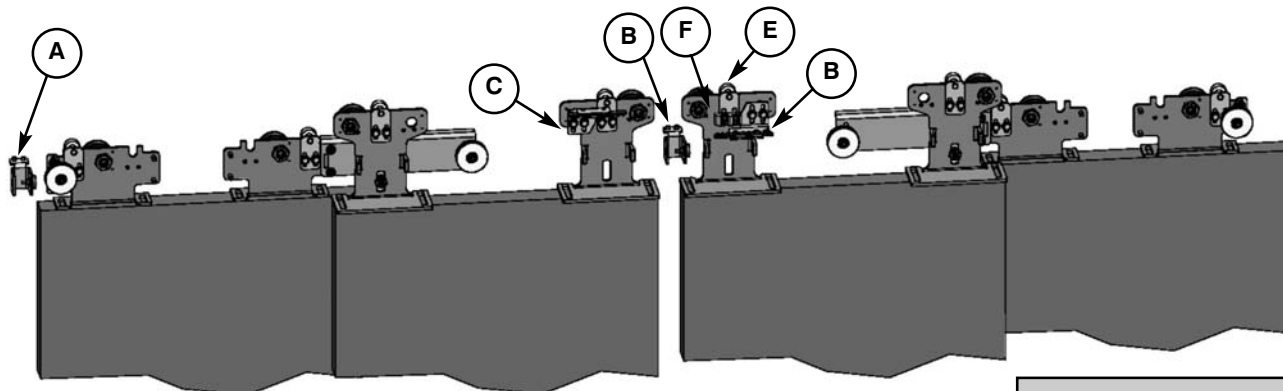

Fig. 25
Verificare la corretta disposizione dei dispositivi antideragliamento sui carrelli in relazione al tipo di automatismo consultando le **Fig. 25, 26, 27 part. E**.
- **Fig. 25 part.C,D** se l'automatismo è a 4 ante
Automatismo 4 ante: i 2 riscontri sono posizionati uno all'estremità sinistra della trave (Fig. 25 part.A) ed uno in prossimità del centro sull'anta destra (Fig. 25 part.B)
Per regolare la corsa delle ante allentare le viti di fissaggio del riscontro (Fig. 25, 26, 27 part A, B) far scorrere il riscontro nella posizione desiderata quindi serrare le viti.